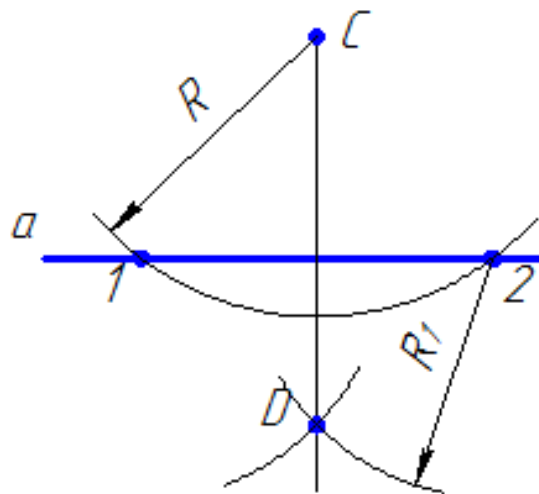

Рисунок 3.1 – Построение перпендикуляра к прямой из точки, лежащей за ее пределами
*Построение перпендикуляра к прямой из точки, лежащей вне прямой (рисунок 3.1)*